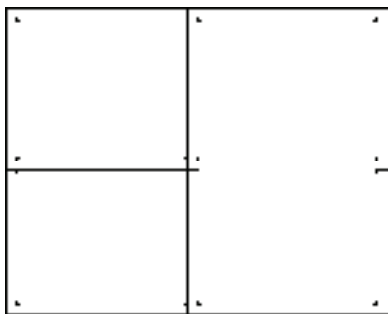

图 4-5 绘制结果
5) 重复上述操作，继续为图形绘制标准柱，结果如图 4-5 所示。